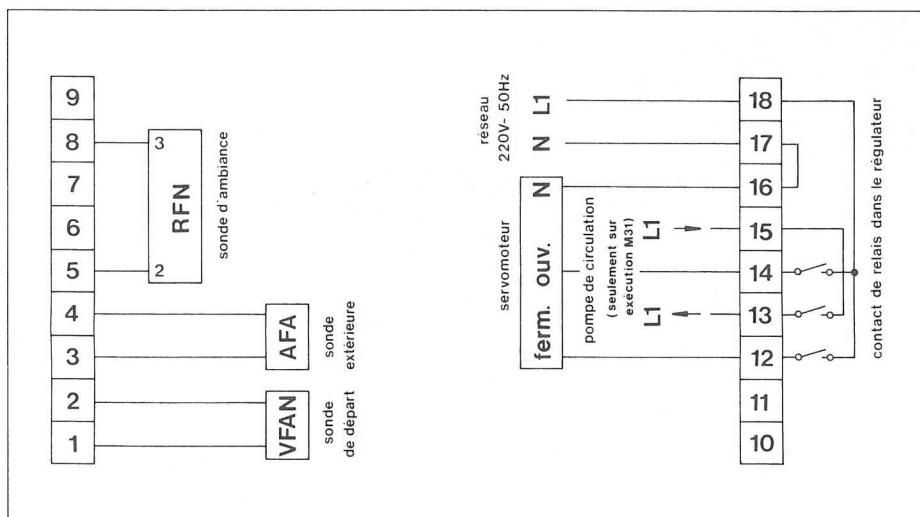

Fig. 11
4.1.3 Régulateur avec combiné RFN (fig. 11)